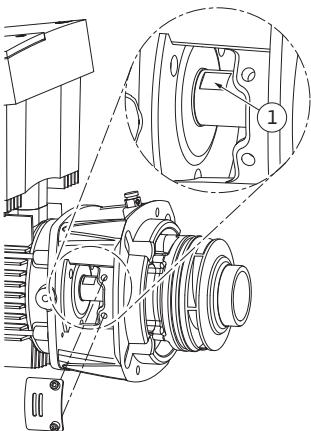

Fig. 54: Avainpinnat akselilla
- 24. Vie juoksupyörää asennettaessa kiintoavain, paras avainväli 22 mm, tiivistelaipan ikkunan sisään ja pidä akselia avainpintojen välissä (Fig. 54, pos. 1).